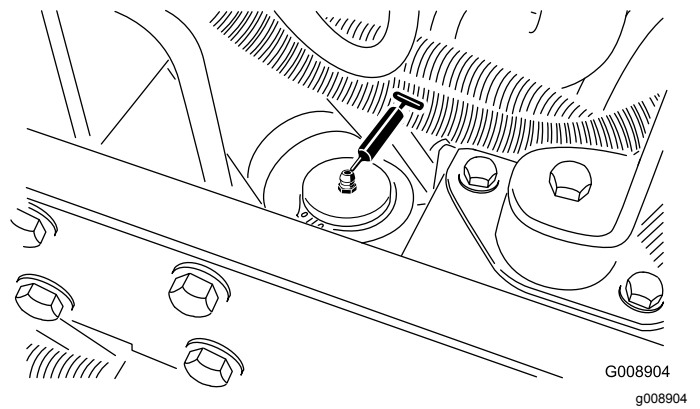

Figura 42
- Cilindro sterzante (Figura 42)